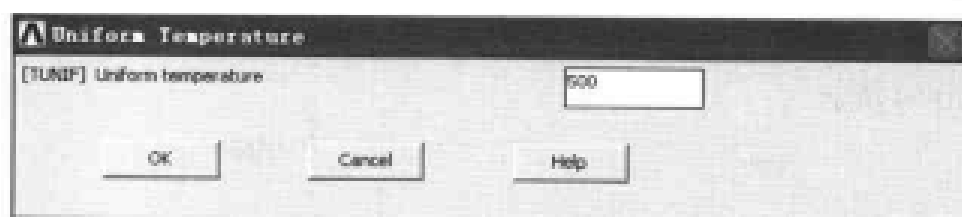

图 10-97 施加均匀温度载荷对话框
(3) 选择 Main Menu | Solution | Define Loads | Apply | Thermal | Temperature | Uniform Temp 命令, 出现 Uniform Temperature 对话框, 在 [TUNIF] Uniform temperature 文本框中输入 500, 如图 10-97 所示, 单击 OK 按钮关闭该对话框。